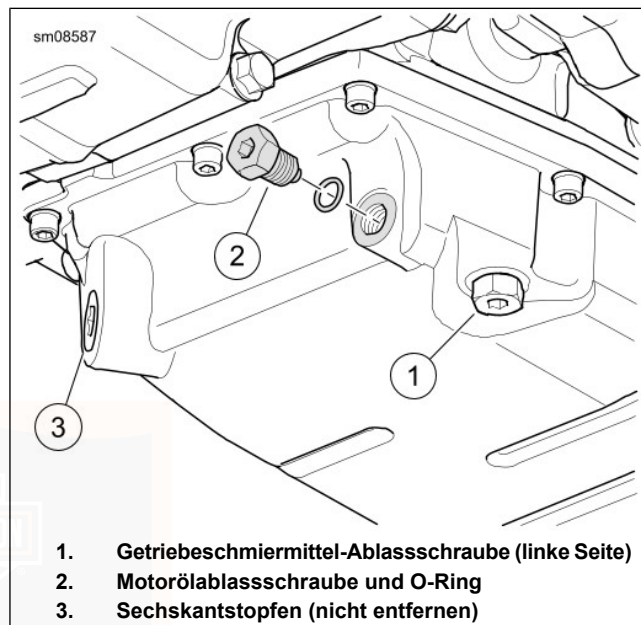

Abbildung 100. Ölwanne
3. Siehe Abbildung 100. Die Ölablassschraube (2) und den O-Ring entfernen. Das Öl vollständig ablaufen lassen.